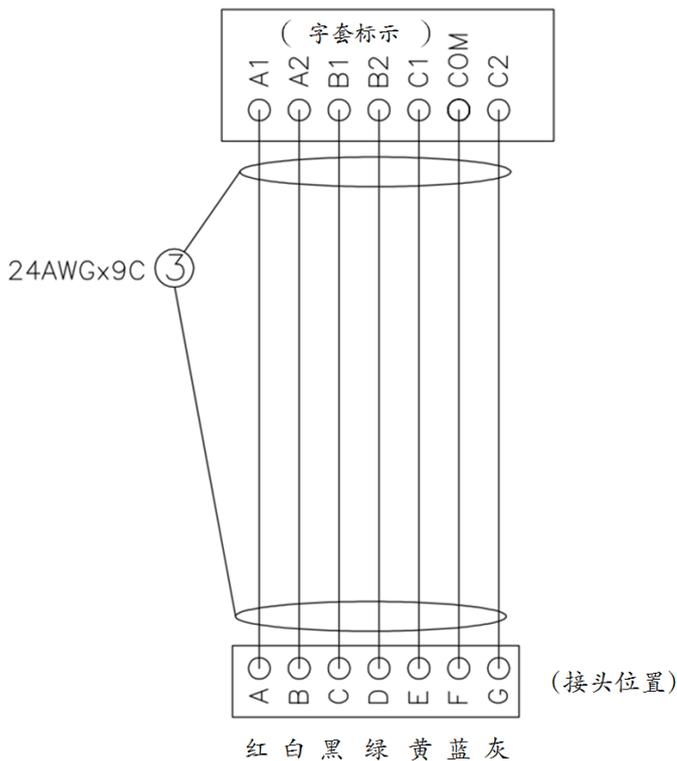

图 4.4
磁浮离心机的冷却主要有两部分；冷却电机定子以及冷却电机转子与磁浮轴承。电机定子冷却由来自冷凝器的高压液态冷媒冷却，其入口与出口处分别如下图的”电机冷却入口(液态)”与”电机冷却出口”；另外电机转子与磁浮轴承冷却主要由经济器的中压气体进行冷却，其入口与出口处分别如下图的”轴承冷却入口(液+气)”与”轴承冷却出口”。值得注意的是，当轴伸长量与轴承温度大于警报值时(警报值详见 4.3 章节)，开启辅助液态冷媒(来自冷凝器)，与中压气态混合进行冷却磁浮轴承或电机转子(如图 4.4 管路示意图)，同时可开启”轴承冷却辅助出口”以防止冷媒积液。
- ※电机定子&磁浮轴承只要任一温度大于警告值时需开起辅助液态电磁阀(见图 4.4)。
- ※轴伸长量大于警告值时需开起辅助液态电磁阀(见图 4.4)。